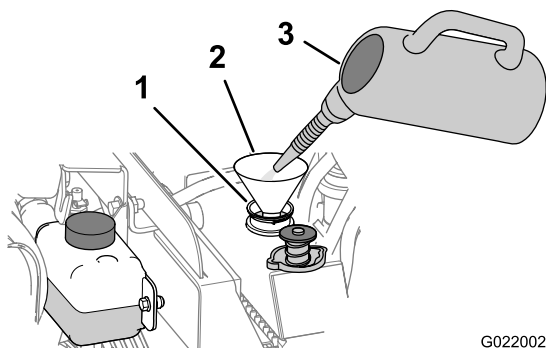

Figure 141
- B. Versez une solution de nettoyage du système de refroidissement dans le radiateur par le goulot de remplissage (Figure 141).